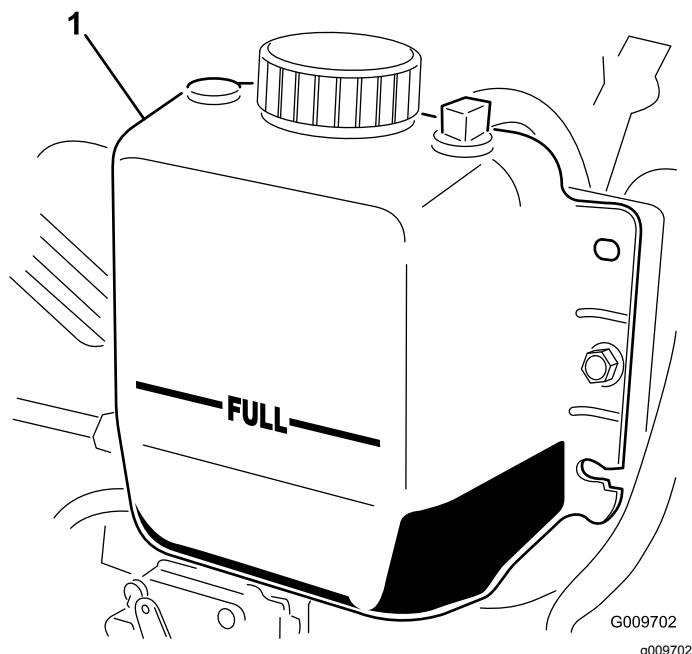

図 14
2. ラジエター内部の液量を点検する。補給口の首の上部まであればよい。また、補助タンク側面についているFULLマークまであればよい 図 14。